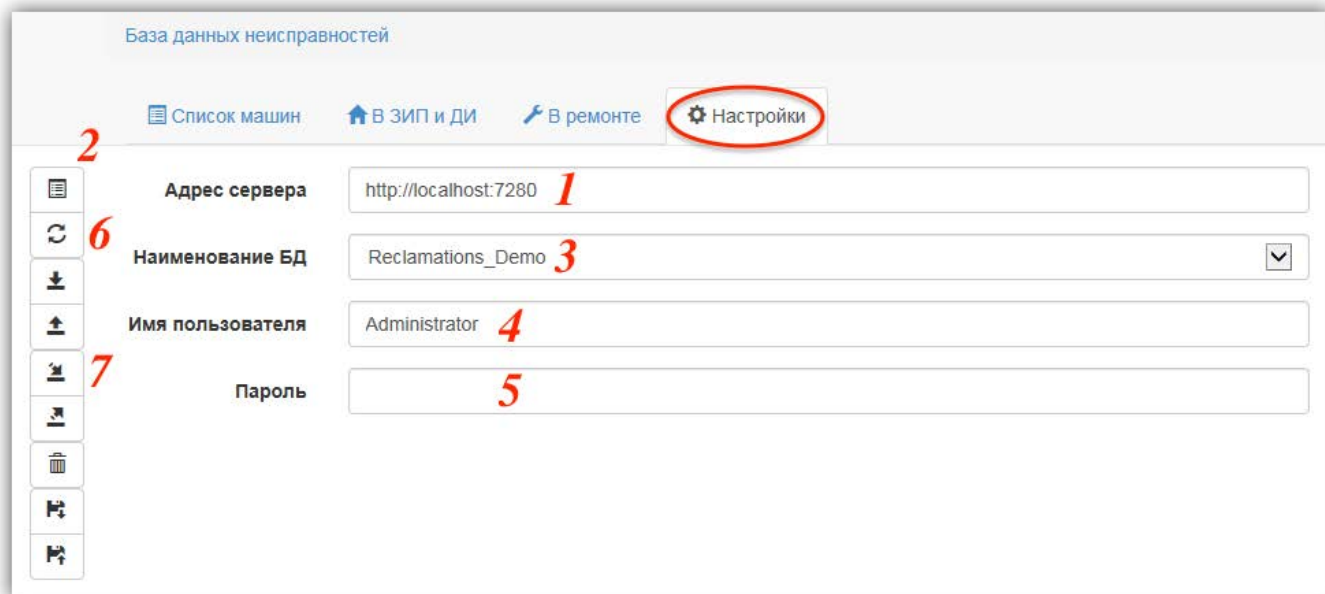
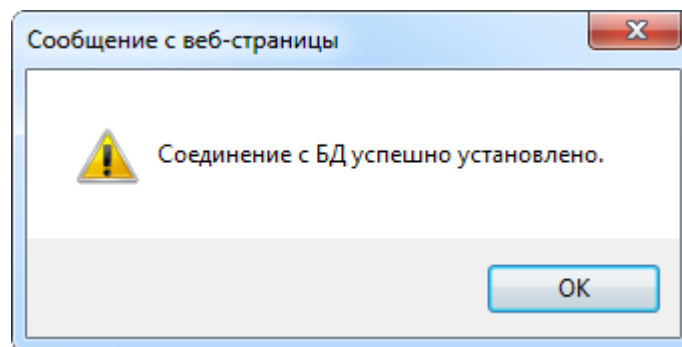

Рис. 4-7 – Вкладка «Настройки» (цифрами указан порядок действий при подключении к БД)
Рис. 4-9 – Информационное сообщение
4) Для загрузки данных в мобильную базу данных перейти на вкладку «Настройки» (рис. 4-7).
– «Наименование БД» – выбрать базу данных из раскрывающегося списка, доступного при нажатии кнопки «Получить список доступных БД»  на панели инструментов (2 на рис. 4-7). Базы данных из этого списка могут размещаться как на компьютере с выбранным web-сервером, так и на других компьютерах.
2) Для проверки и установления соединения с сервером нажать кнопку «Проверить соединение с БД»  (6 на рис. 4-7). В случае успешного установления соединения выводится информационное сообщение (рис. 4-9).
3) Нажать кнопку «Импорт БД»  (7 на рис. 4-7) для загрузки данных в мобильную часть ILS. По окончании загрузки данных выводится информационное сообщение,